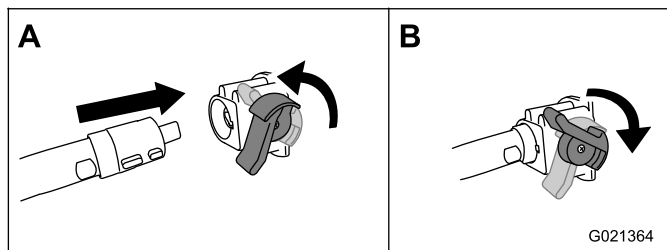

Figura 6
2. Gire la palanca de acoplamiento en sentido antihorario e introduzca el eje en el acoplamiento (Figura 6).